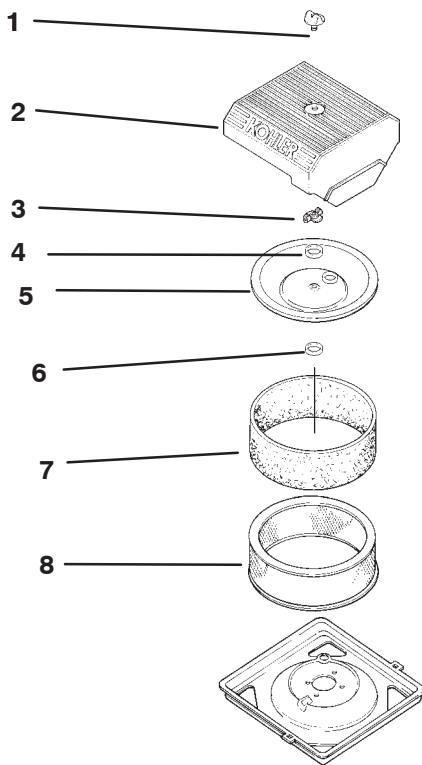

Figure 43
1. Dévissez le bouton, retirez le joint torique et le couvercle (Fig. 43).